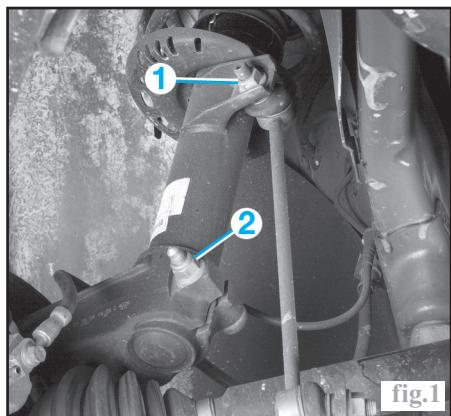

fig.1
- L'écrou (1) de la biellette de barre stabilisatrice et dégager celle-ci (Fig.1).
- La vis (2) de fixation inférieure de l'élément de suspension sur le pivot.